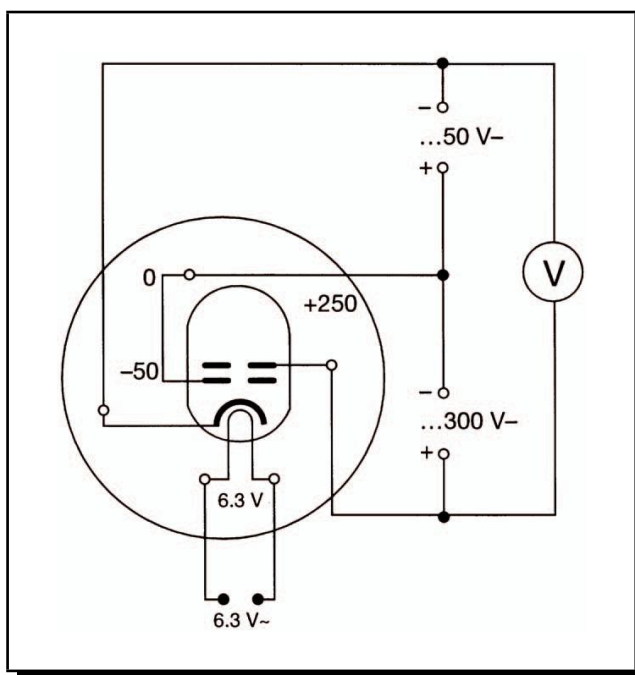

Figura 3.31: Diagrama de conexión de la alimentación del tubo de rayos catódicos
- 1 Realice las conexiones mostradas en la Figura 3.31, teniendo en cuenta el siguiente diagrama de conexión para la alimentación del tubo de rayos catódicos filiformes.